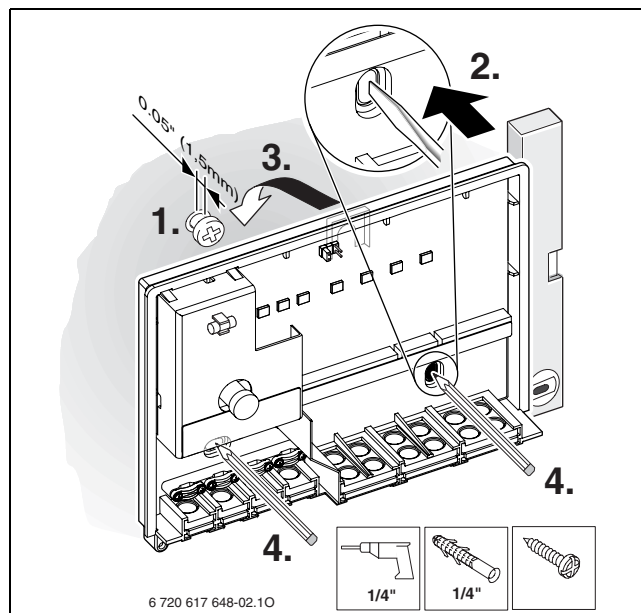

Fig. 19 Vis de fixation supérieure
- ▶ Pour la vis de fixation supérieure, percer un trou d'un Ø 1/4" de 6 mm, insérer la cheville et enfoncer la vis de 0.05" (1,5 mm) (→ Fig. 19).